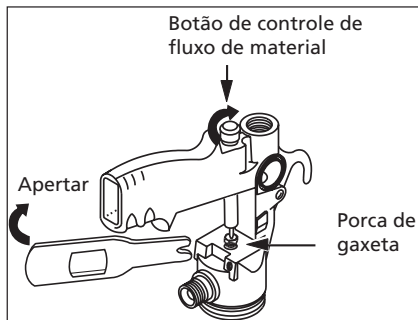

Figura 6 - ajuste da porca de gaxeta
Ocasionalmente a porca de gaxeta, localizada na dianteira da montagem do gatilho, necessitará de ajuste. A porca de gaxeta também precisará de ajuste quando a montagem da agulha/bocal é mudada (Figura 6).
2. Aperte a porca de gaxeta com a chave girando a porca no sentido horário até que a agulha não volte para a posição fechada quando o gatilho é solto. Não aperte excessivamente a porca de gaxeta. Para ajustar a gaxeta, a porca só deve ser apertada até o ponto em que a agulha pare de girar (veja a Figura 6).